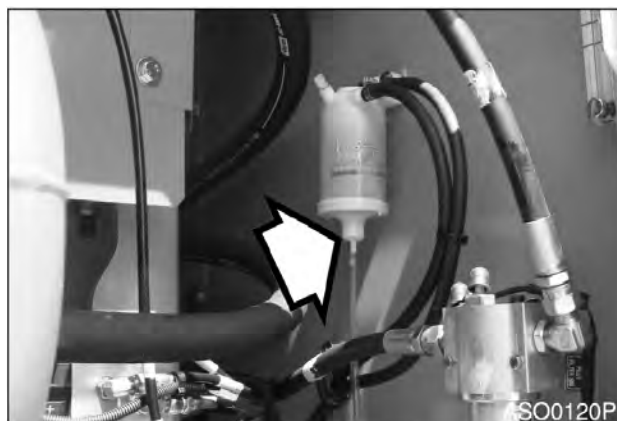

Рис. 20
3. Если красное кольцо в резервуаре достигает линии уровня, ослабить заглушку (рис. 20) в днище корпуса и слить воду в соответствующую емкость.
4. Затянуть заглушку (рис. 20) и заправить топливную систему. См. стр. 4-38.